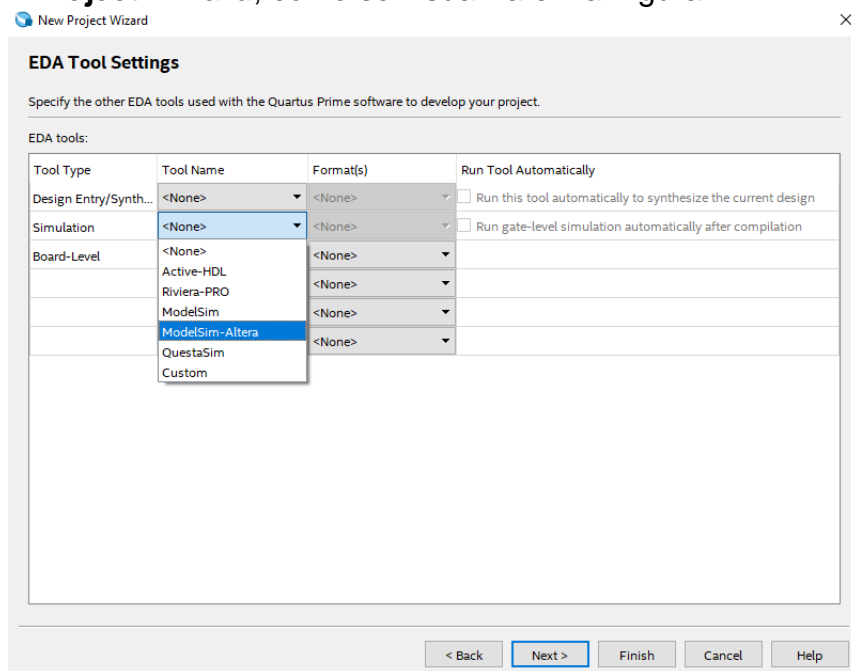

Figura 2. Selección de la herramienta de simulación ModelSim-Altera.
3. Cuando esté creando el proyecto, recuerde habilitar la opción del Simulador **Simulation: ModelSim-Altera** en la penúltima sección **EDA Tool Settings** de la ventana **New Project Wizard**, como se visualiza en la Figura 2.